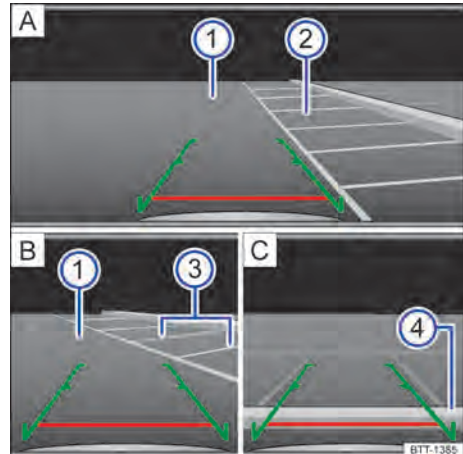

Fig. 103 Exibição do display do sistema do rádio: estacionar com a câmera de marcha a ré.
Legenda para Fig. 103:
- Posicionar o veículo na frente da vaga de estacionamento → Fig. 103 (2) A.
- Conduzir para trás lentamente e manobrar de modo que as guias verdes laterais conduzam entre as linhas de delimitação da vaga de estacionamento delimitada ② [A].
- Alinhar o veículo na vaga de estacionamento selecionada de modo que as guias verdes laterais fiquem em cima das linhas de limitação lateral ③ [B].
- Parar o veículo, quando a linha vermelha atingir a limitação traseira ④ [C].